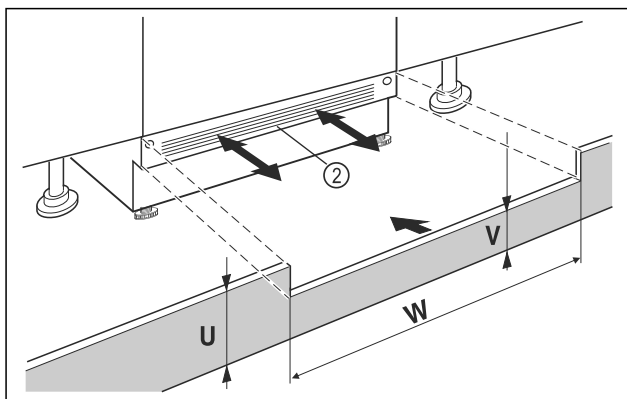

Fig. 39 Représentation à titre d'exemple
- Mettre le panneau de socle de l'appareil Fig. 39 (2) en place sans le fixer.
- Si le panneau de socle est visible Fig. 39 (2), le tirer vers l'avant de sorte à aligner l'avant de la grille d'aération et du panneau de socle du meuble.
- Si le panneau de socle est dissimulé Fig. 39 (2), le pousser entièrement vers l'arrière.
- Veiller à ce que les fentes d'aération soient complètement dégagées : si nécessaire, couper le panneau de socle du meuble Fig. 39 (U) en hauteur !
- Ajuster la hauteur de la traverse Fig. 39 (V) sous le panneau de socle de l'appareil Fig. 39 (2) sur la largeur de la niche Fig. 39 (W).